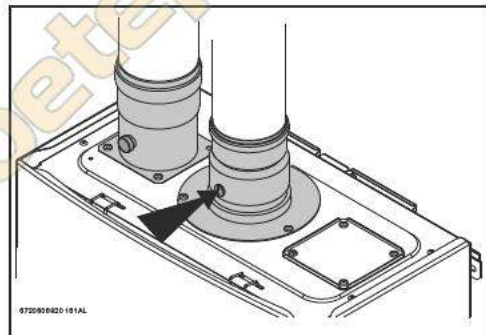

Рис. 42 Отверстие для измерения
- ▶ отпустите латунный винт с плоской головкой на манжете дымохода, как показано на Рис. 42.